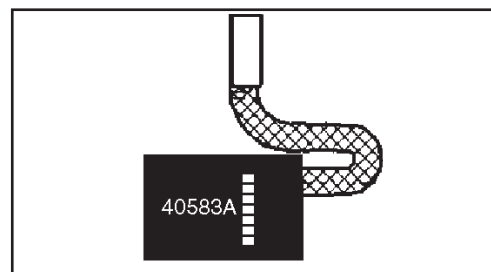

Figura 14
2. Inspeccione las escobillas de carbono. Reemplace las dos escobillas si alguna de las dos se desgastó hasta 3/8" de largo, o si se desgastó hasta el indicador de desgaste. Consulte la figura 14.